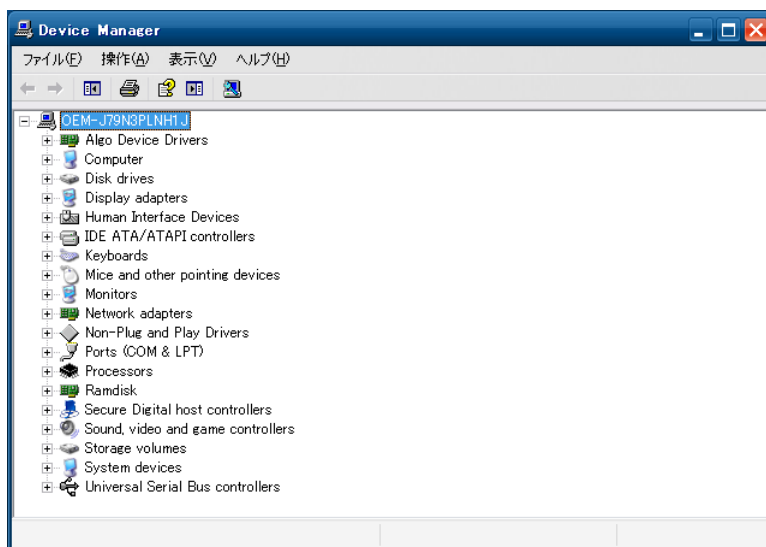

図 3-3-10-1. Device Manager
- ① スタートメニューから[コントロール パネル]を選択します。
- ② [コントロール パネル]が開きます。[システム]を実行します。
- ③ [システムのプロパティ]ダイアログが開きます。
- ④ [ハードウェア]タブを選択します。[デバイス マネージャ]ボタンを押します。
- ⑤ [Device Manager]が開きます。(図 3-3-10-1)